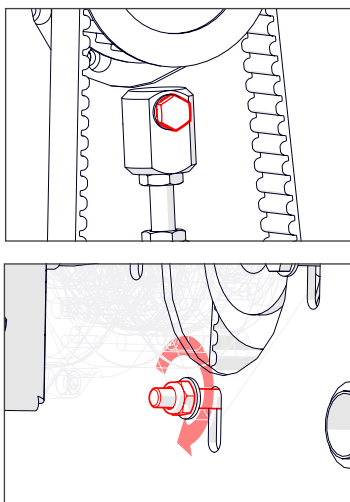

Fig. 18I - Serrer l'écrou du bloc tendeur/moteur.
9. Serrez l'écrou supportant le bloc tendeur [2 clés de 13 mm] - Sécurisez depuis l'extérieur de la machine et serrez par l'intérieur (Fig. 18I).